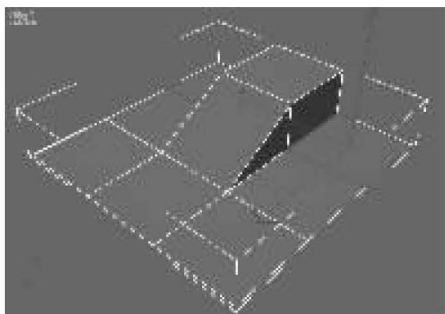
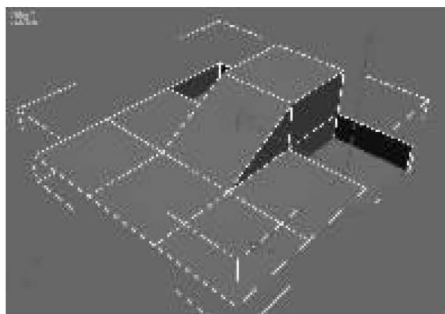

图 7-76 选中多边形
图 7-77 挤出多边形
(6)激活“多边形”子对象,在透视图选中如图 7-76 所示的多边形。展开“编辑多边形”卷展栏,单击“挤出”按钮右边的  按钮,在弹出的对话框中设置“挤出高度”为-12,挤出后的效果如图 7-77 所示。